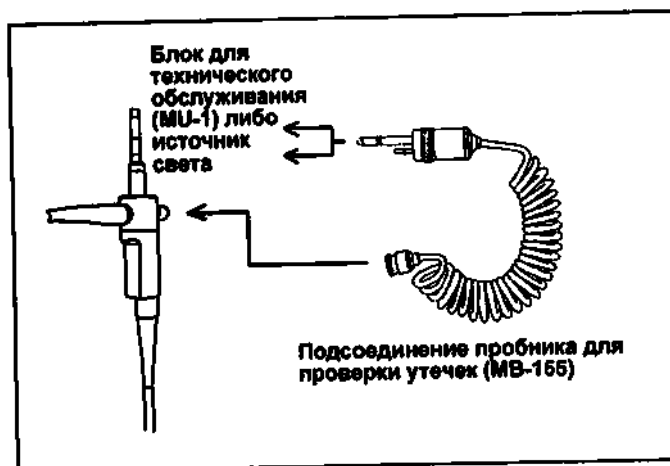

Рисунок 7.10
3. Вставьте разъем пробника для проверки утечек в выходной разъем блока для технического обслуживания (MU-1) либо источника света и включите (ON) блок для технического обслуживания либо источник света. Если вы используете источник света, установите регулятор воздушного потока в положение «HIGH» (Сильный) или «3».
5. Подсоедините пробник для проверки утечек к вентиляционному адаптеру эндоскопа (см. рис. 7.10).